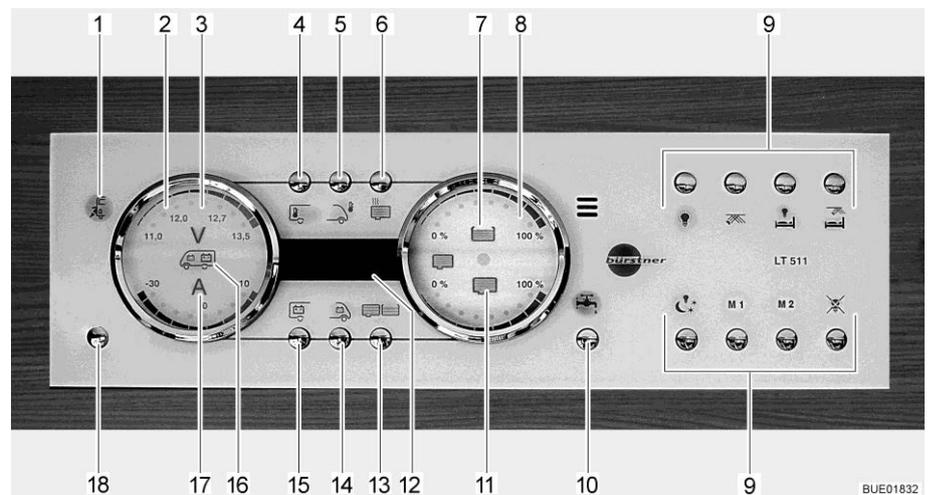

Fig. 140 Pannello di controllo LT 511
La spia di controllo a 230 V (Fig. 140,1) si accende quando all'ingresso della centralina elettrica è presente una tensione di rete.
L'interruttore principale a 12 V (Fig. 140,18) inserisce o disinserisce il pannello di controllo e l'alimentazione a 12 V dell'abitacolo.
Accensione: Premere brevemente il tasto dell'alimentazione a 12 V (Fig. 140,18). L'alimentazione a 12 V dell'abitacolo è inserita. L'indicatore di controllo "12 V" si accende.
- ▷ Se dopo l'accensione il LED "11,0" dell'indicazione dei Volt nonché il simbolo dei Volt "V" (Fig. 140,3) nell'indicatore delle batterie (Fig. 140,2) lampeggiano, significa che la tensione della batteria dell'abitacolo è insufficiente. Caricare la batteria.
- ▷ Se dopo l'accensione l'indicatore di controllo "12 V" e il simbolo dei Volt "V" (Fig. 140,3) lampeggiano tre volte, significa che la separazione della batteria è attivata. Disattivare la separazione della batteria.
Spegnimento: ■ Premere brevemente il tasto dell'alimentazione a 12 V (Fig. 140,18). L'alimentazione a 12 V dell'abitacolo è disinserita. L'indicatore di controllo "Alimentazione a 12 V" si spegne.
■ Premere il tasto della batteria dell'abitacolo (Fig. 140,15) e tenerlo premuto per ca. 10 secondi. Il simbolo dei Volt "V" (Fig. 140,3) e l'indicatore di controllo "12 V" lampeggiano tre volte. La batteria dell'abitacolo è separata dalla rete di bordo da 12 V.
Disattivazione della separazione della batteria (centralina elettrica senza interruttore staccabatteria): ■ Premere il tasto "Alimentazione a 12 V" (Fig. 140,18) e tenerlo premuto per ca. 5 secondi. Il simbolo dei Volt "V" (Fig. 140,3) e l'indicatore di controllo "12 V" lampeggiano tre volte. La batteria dell'abitacolo è collegata alla rete di bordo a 12 V. L'indicatore di controllo si accende dopo ca. 5 secondi.
- Premere il tasto della batteria dell'abitacolo (Fig. 140,15). Il simbolo dei Volt "V" (Fig. 140,3) si accende. Il simbolo degli Ampere "A" (Fig. 140,17) diventa bianco o rosso a seconda del caricamento o dello scaricamento. La tensione della batteria e la corrente della batteria dell'abitacolo vengono indicate attraverso i LED nell'indicatore.
- Premere il tasto della batteria di avviamento (Fig. 140,14). Il simbolo dei Volt "V" (Fig. 140,3) si accende. La tensione della batteria della batteria di avviamento viene indicata attraverso i LED nell'indicatore.
Indicazione: ■ Premere il tasto dei serbatoi (Fig. 140,13). I simboli del serbatoio dell'acqua (Fig. 140,7) e del serbatoio delle acque grigie (Fig. 140,11) si accendono. I livelli di riempimento del serbatoio dell'acqua (scala superiore) e del serbatoio delle acque grigie (scala inferiore) sono indicati dai LED nell'indicatore.
Il simbolo del serbatoio dell'acqua (Fig. 140,7) o il simbolo del serbatoio delle acque grigie (Fig. 140,11) lampeggia se il serbatoio dell'acqua è vuoto o il serbatoio delle acque grigie è pieno.
Attraverso l'indicatore digitale (Fig. 140,12) è possibile visualizzare la temperatura interna e la temperatura esterna.
- Premere il tasto della temperatura interna (Fig. 140,4). Viene indicata la temperatura interna.
- Premere il tasto della temperatura esterna (Fig. 140,5). Viene indicata la temperatura esterna.
Con il tasto della pompa dell'acqua (Fig. 140,10) è possibile accendere e spegnere la pompa dell'acqua.
- Premere il tasto della pompa dell'acqua (Fig. 140,10). Il simbolo si accende.
- Premere il tasto della pompa dell'acqua (Fig. 140,10). Il simbolo si spegne.